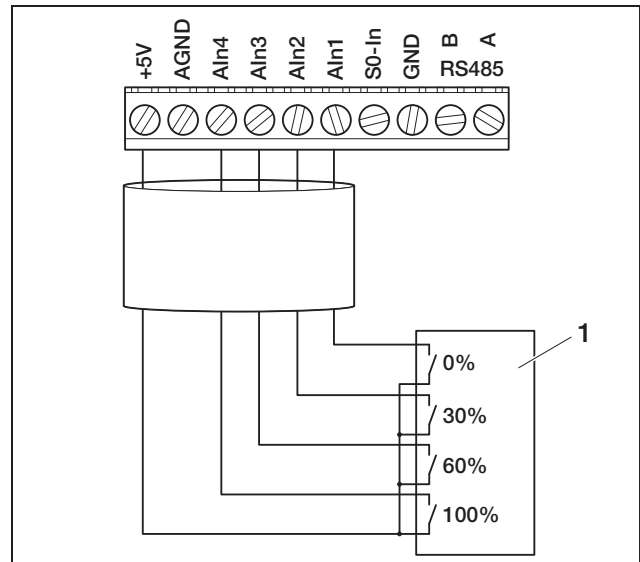

Abbildung 57: Anschluss des Rundsteuerempfängers an den Wechselrichter
- Schließen Sie die Leitungen vom Rundsteuerempfänger entsprechend der Anschlussbelegung (Abbildung 57 und Tabelle 8) an.